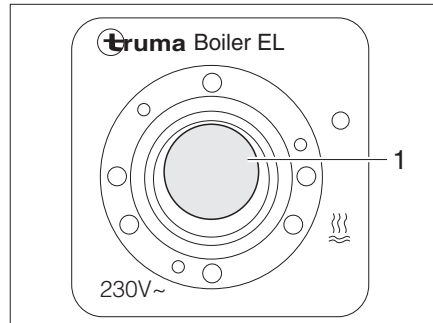

Fig. 124 Commutateur à bascule pour le chauffe-eau Truma (régime électrique 230 V)
- Mettre le commutateur à bascule (Fig. 124,1) en marche. Le voyant de contrôle placé sur le commutateur s'allume. L'eau contenue dans le chauffe-eau est réchauffée à 65 °C.
- Mettre le commutateur à bascule (Fig. 124,1) sur "O". Le voyant de contrôle placé sur le commutateur s'éteint.
- Placer l'interrupteur tournant (Fig. 123,3) de l'unité de commande (Fig. 123) sur "O" (Fig. 123,4) ou régler le commutateur à bascule (Fig. 124,1) sur "O".